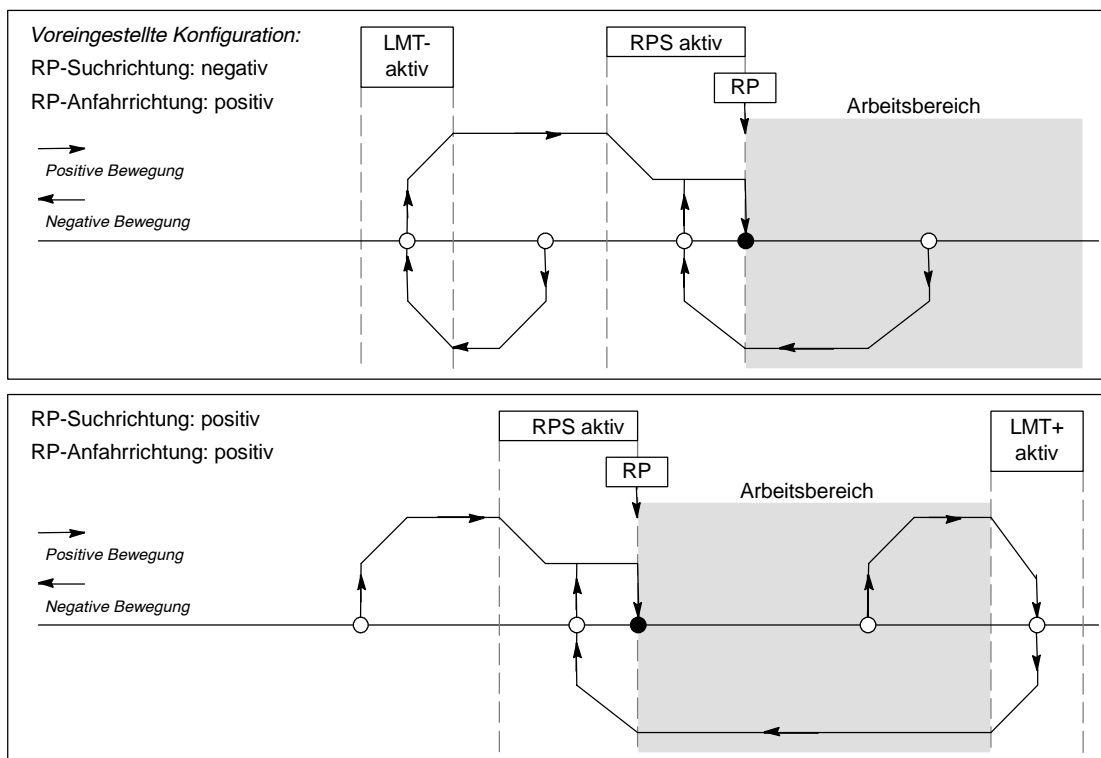

Bild 9-21 RP-Suche: Modus 1
- ❑ Bild 9-21 zeigt zwei der Optionen für den RP-Suchmodus 1. In diesem Modus wird die Lage des RP an der Stelle ermittelt, an der der Eingang RPS beim Anfahren von der Arbeitsbereichsseite aktiv wird.